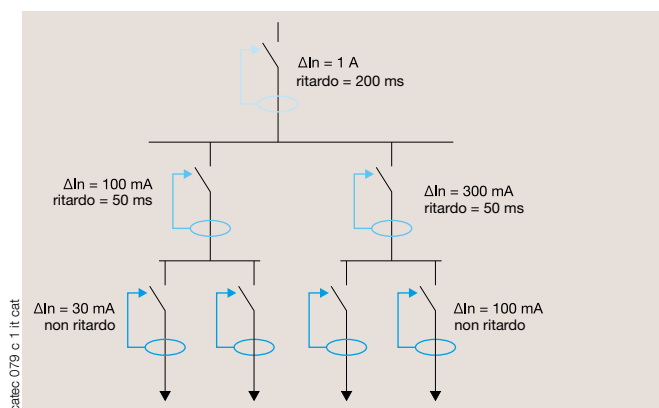

Fig. 1.
1. Il tempo di funzionamento del DDR a valle ( $t_{fB}$  fig. 2) deve essere inferiore al tempo di non funzionamento del dispositivo a monte ( $t_{nfA}$ ). Una semplice soluzione per rispettare questa condizione consiste nell'utilizzo di DDR di classe S (ritardo regolabile). Il ritardo del DDR a monte dovrà essere superiore al ritardo del DDR a valle (Fig. 1).
2. La sensibilità del DDR a valle  $I\Delta n_B$  deve essere inferiore alla metà della sensibilità del DDR a monte  $I\Delta n_A$  (vedere fig. 1 e 2).